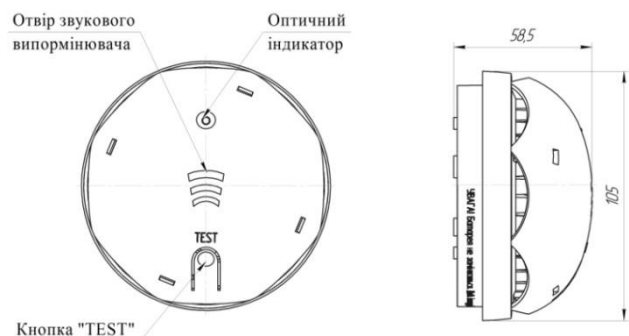

Рис. 1. Загальний вигляд сигналізатора
3.4 Загальний вигляд сигналізатора приведений на рис. 1.